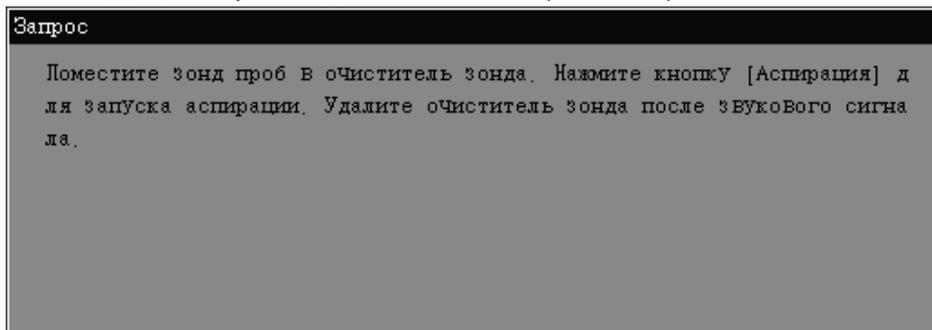

Рис. 10-8 Диалоговое окно
2. **НАЖМИТЕ** «Да», и откроется диалоговое окно (Рис. 10-8).